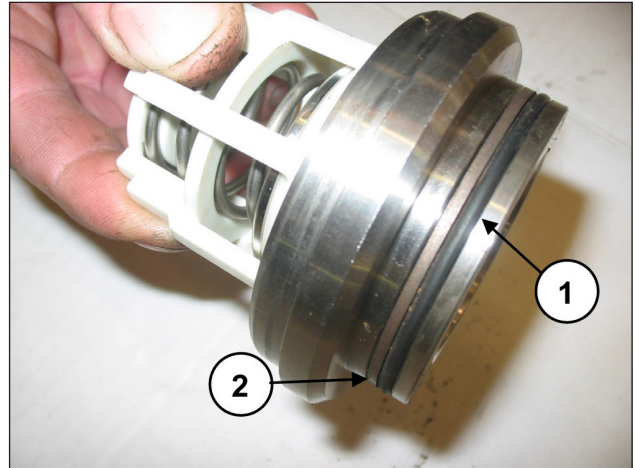

Fig. 96
Monter le joint torique, rep. vue éclatée 5 (rep. ①, Fig. 96) et la bague anti-extrusion, rep. vue éclatée 15 (rep. ②, Fig. 96) sur le siège de la soupape de refoulement.